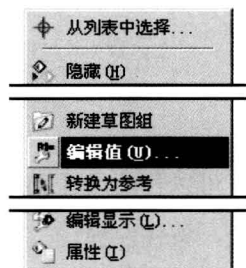

图 2.10.18 快捷菜单
- Step 2** 在弹出的快捷菜单中选择 **编辑值 (V)...** 命令 (图 2.10.18)。